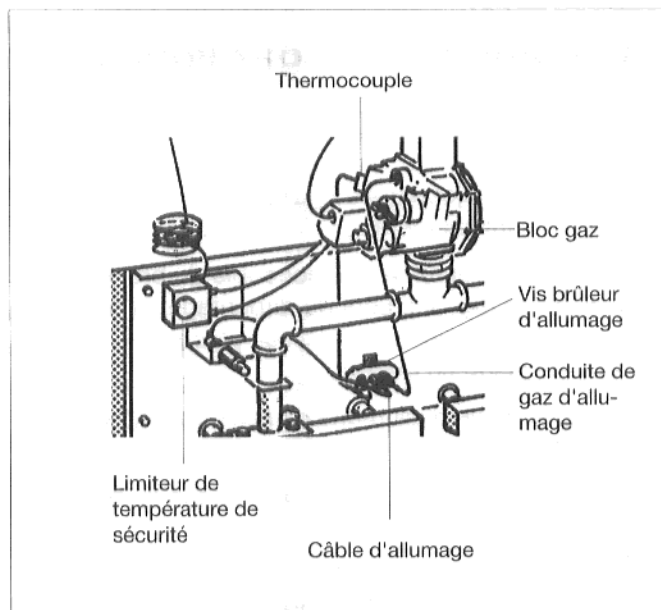

Fig. 34
- ★ Desserrer le thermocouple du bloc gaz et retirer le séparateur thermique (fig. 34).
- ★ Desserrer et retirer le thermocouple du brûleur d'allumage (fig. 34) et vérifier qu'il n'est pas endommagé (usure par la flamme). Si le thermocouple doit être changé, effectuer le montage avec soin et veiller à ce qu'il soit placé en position correcte jusqu'en butée.
- ★ Retirer le câble d'allumage de l'électrode d'allumage (fig. 34).
- ★ Dévisser la conduite de gaz d'allumage du brûleur d'allumage. Enlever et nettoyer à l'air comprimé l'injecteur de gaz d'allumage et le filtre à air (fig. 34).
- ★ Dévisser les deux vis du brûleur d'allumage, retirer le brûleur d'allumage avec précaution et le nettoyer à l'air comprimé ou à la brosse (fig. 34).